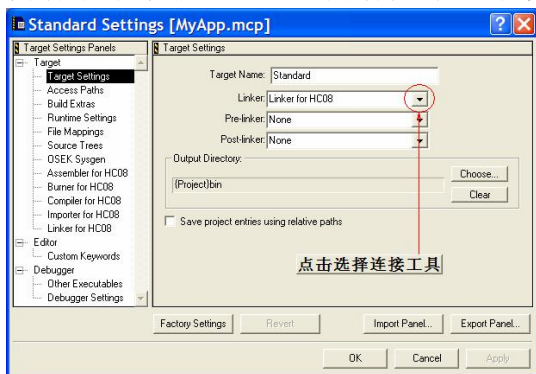

图 2-2
- 最终目标代码类型设定 (Target Setting)。在这里你可以选择最终编译连接生成的代码直接用于单片机程序运行 (Link for HC08),或将各个源代码文件编译连接生成一个库文件 (Libmaker for HC08)。这些选择可以通过图 2-2 所示的下拉菜单选择;